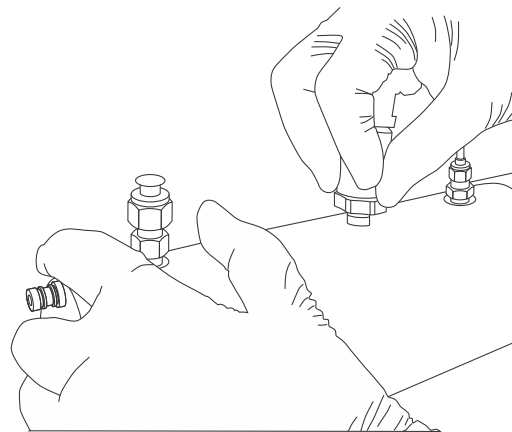

Abbildung 37: Drucksensor austauschen
18. Messzelle festhalten und neuen Drucksensor in die Gewindeöffnung einführen. Siehe Abbildung 37.